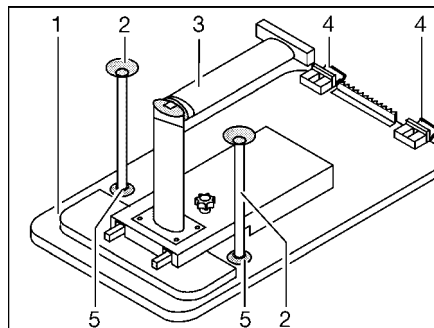

Bild 101 Sängbotten
- Lyft upp bordsskivan (Bild 101,1) något framtill.
- Lossa bordsbenet (Bild 101,3) vid ledgången och fäll in det.
- Sväng upp bordsskivan ca 45° och haka loss hållarna (Bild 101,4) ur den övre skenan.
- Sätt, beroende på modell, in de två extra stödbenen (Bild 101,2) i fästena (Bild 101,5) på bordsskivans undersida.